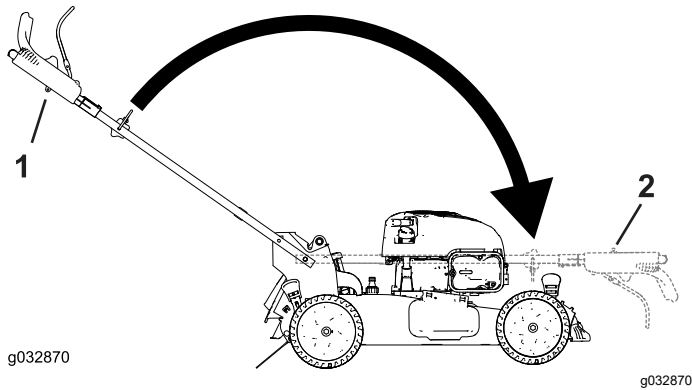

Figura 23
2. Pliegue el manillar hacia adelante (Figura 23).